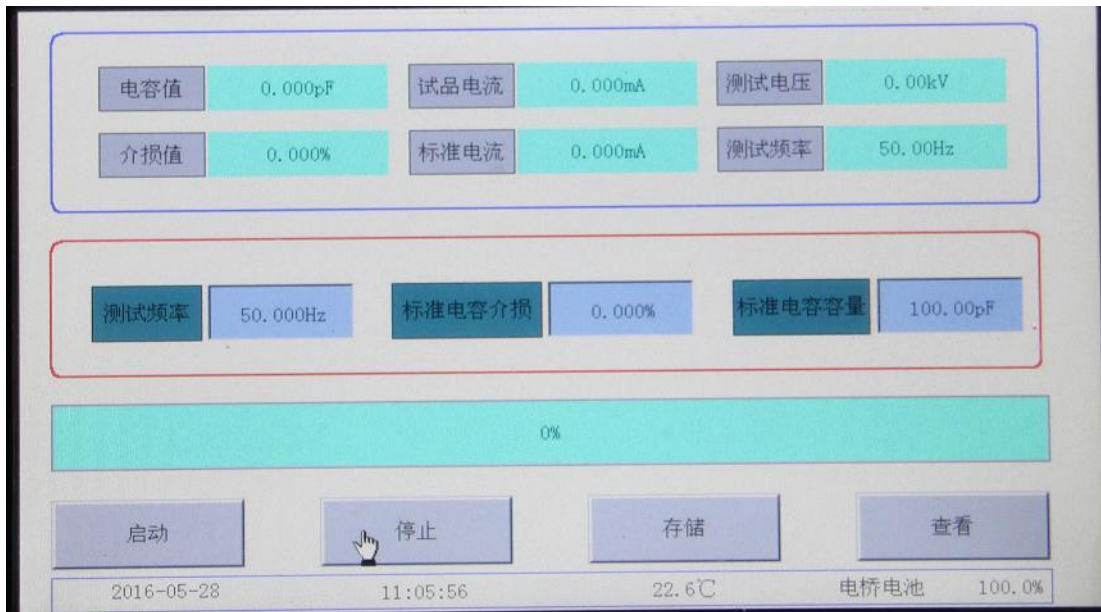

图8初始画面
3. 当启动完毕后会 出现初始画面, 如图8所示
测试完毕可以点击**停止按钮**，返回到图8初始画面。
在查看界面下 点击**返回按钮**，会返回到图8初始画面。